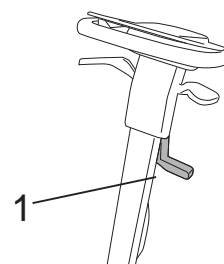

Fig.5
- Løft sugenalened ved hjelp av spaken (fig. 5 - ref. 1).